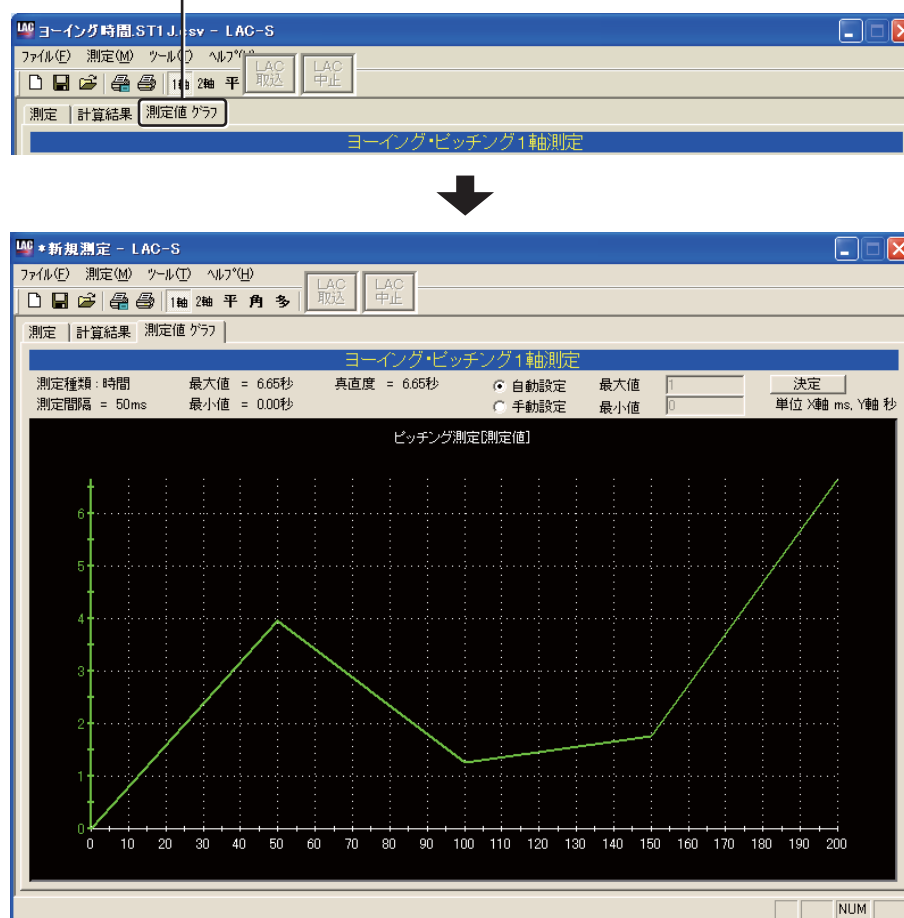

図5-4-14
5.5.2で行った計算結果を「測定値グラフ」で表示します。ヨーイング・ピッチング1軸測定画面の「測定値グラフ」タブをクリックすると「測定値グラフ」が表示されます(図5-4-14)。